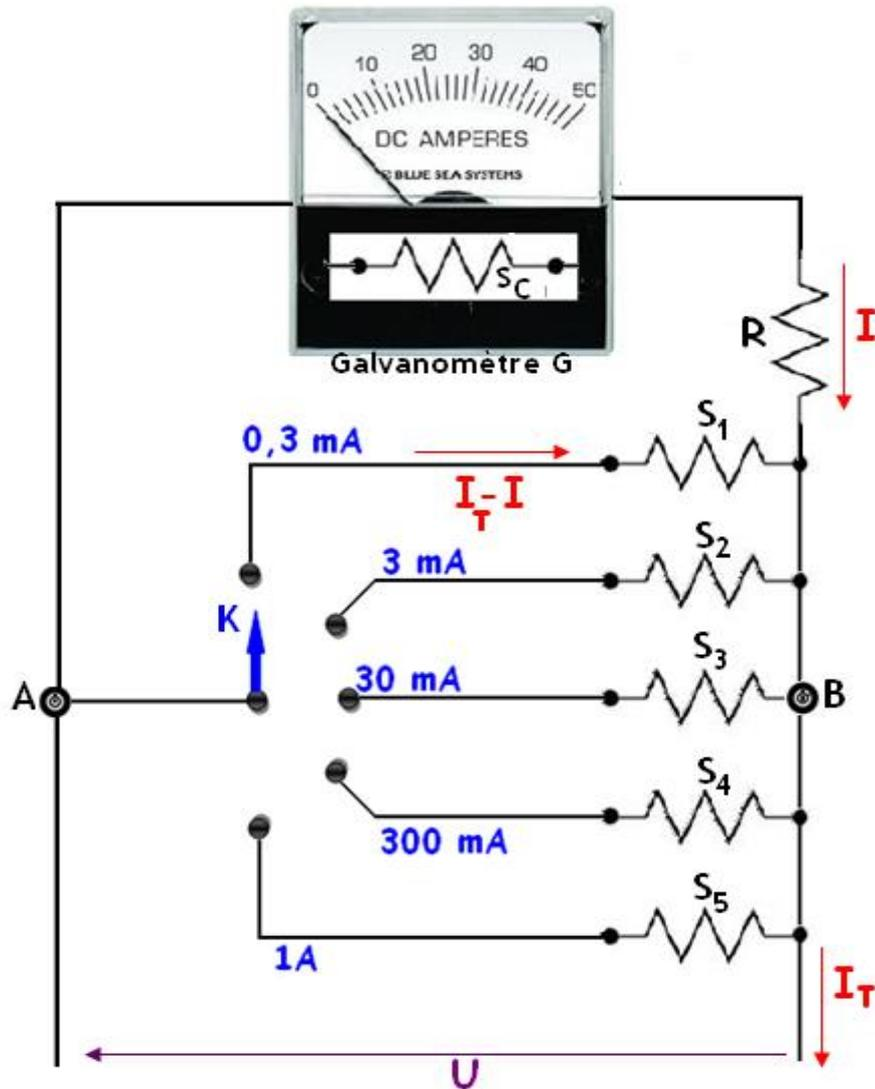

Figure 3 : Montage en ampèremètre.
- I. On Reprend le voltmètre précédemment réalisé et on dispose entre A et B une résistance S (par exemple de **quelques ohms**, alors que R est de l'ordre du mégohm) : le courant total I_T (fig. 3) se partage entre :